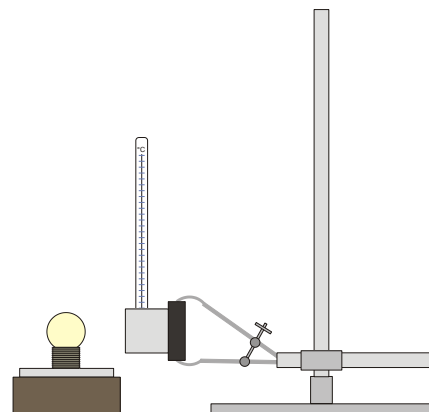

Fig. 2 Détermination de la puissance rayonnée d'une ampoule électrique
- Enlever le tube en papier durci et monter le cylindre en aluminium muni de la bague d'extrémité sur le statif (fig. 2).